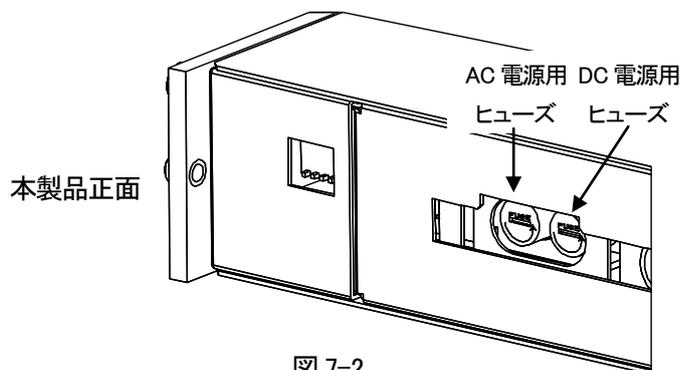
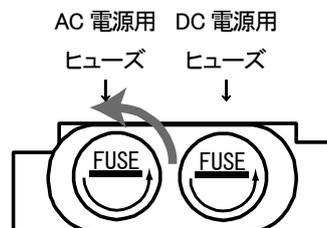

図 7-2
図 7-3
2. 図7-2のように、本製品正面を左手方向、底面を手前方向、背面を右手方向に置きます。
3. マイナスドライバーを使用し、ヒューズホルダに記載されている矢印方向(図7-3参照:左90°)に回転させるとヒューズホルダが手前にでてきます。
7. 図7-2のように、ヒューズホルダが本製品内部に完全に収まっていることを確認してください。また、図7-3のようにヒューズホルダのマイナス部分(ドライバー差込箇所)が本体と平行の位置になっていることを確認してください。